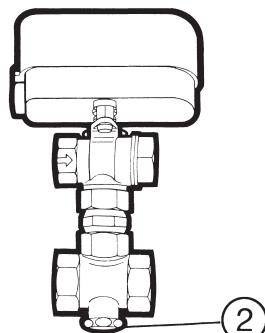

Fig. 5
Para el equilibrado hidráulico de la instalación debe regularse la pérdida de carga a través del detendor. (Fig. 5). Para ello, desenroscar el tapón protector (2), y con una llave allen de 8 mm girar el tornillo el número de vueltas necesario (véase los cuadros de pérdida de carga en función de las vueltas del tornillo y del caudal).
Pour l'équilibrage hydraulique de l'installation, la perte de charge doit être réglée à l'aide du détendeur. (Fig. 5). Pour ce faire, dévisser le bouchon de protection (2) et avec une clé allen de 8 mm, effectuer le nombre nécessaire de tours de vis (cf. les tableaux de perte de charge en fonction du nombre de tours de vis et du débit).
Para o equilíbrio hidráulico da instalação deve-se regular a perda de carga através do tê de by pass. (Fig. 5). Para esse efeito, desenroscar o tampão protector (2) e com uma chave allen de 8 mm rodar o parafuso o número de voltas que fôr necessário (ver nos quadros o valor da perda de carga em função do número de voltas do parafuso e do caudal).